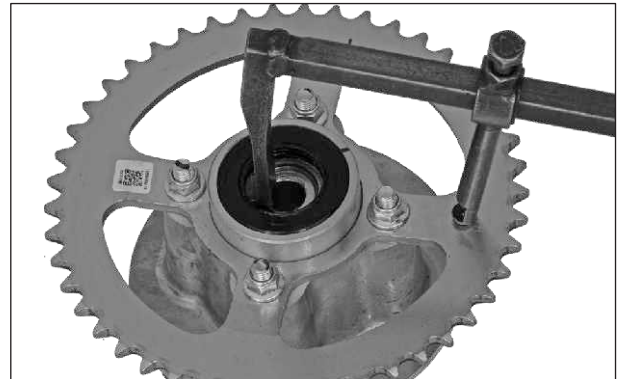

Fig. 6.88
- Retire el guardapolvo usando la herramienta especializada. (Fig. 6.88)